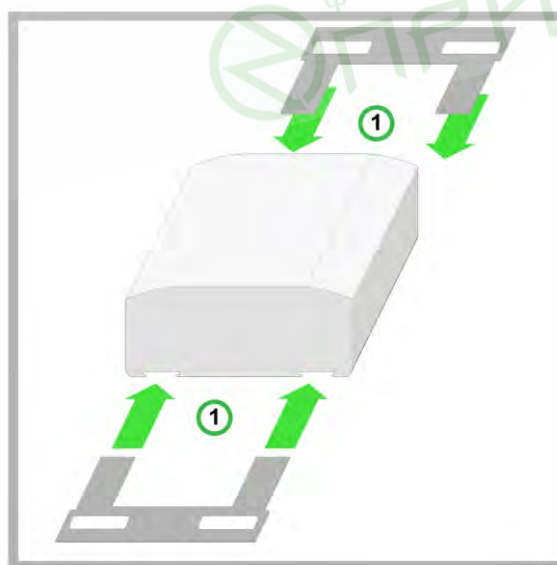

Рис. 3.7 Крепление планок в специальных пазах на нижней части устройства
1. Просуньте крепежные планки в специальные пазы на нижней части устройства (см. рис. 3.7).